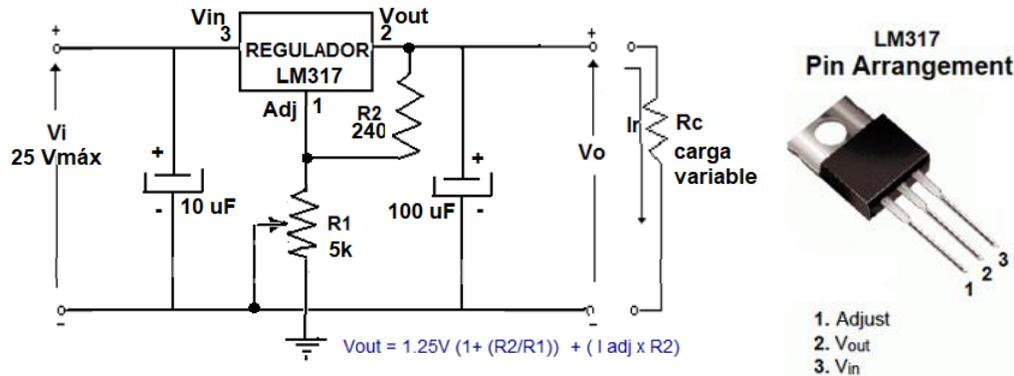

Figura 10. Regulador Variable LM317. Vin máx= 25Vdc
1. Construya el circuito de la figura 10. (Idem metodología del punto B, utilice el Simulador) Regulador de Tensión variable que utiliza el componente LM317. Incorpore instrumentos de medición
- Verifique la fórmula para Vout indicada en la figura 10. Presente los resultados en una tabla o cuadro de valores).